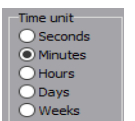
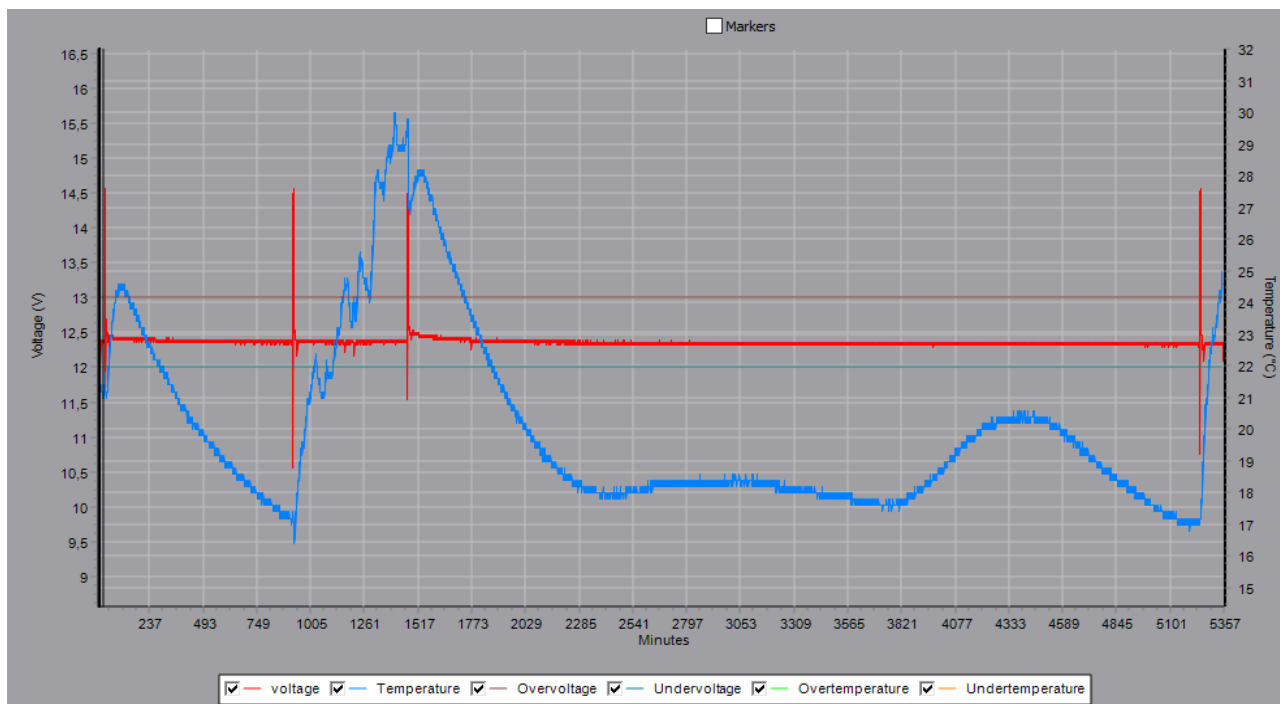
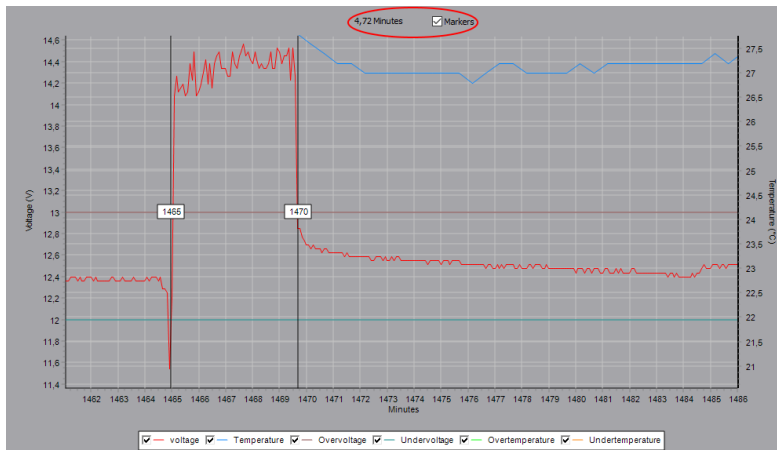

Figure 6: panneau de sélection de l'unité de temps
Figure 10: graphique
Figure 18: marqueurs
Le panneau de l'unité de temps permet à l'utilisateur de changer l'axe du temps du graphique d'une unité. Dans la liste des calamités, les moments des calamités seront également indiqués dans cette unité de temps. Ce réglage est également utilisé dans la liste des calamités (Figure 6).
La figure 10 représente un exemple de graphique. La ligne rouge, avec son axe gauche correspondant, représente ici la tension. La ligne bleue, avec son axe droit correspondant, indique la température. Les autres lignes indiquent les limites fixées. Le temps est indiqué par l'axe horizontal. L'unité représentée ici peut être réglée à l'aide du "Panneau Unité de temps" (Figure 6). Sous le graphique, l'utilisateur peut cocher quelles lignes doivent être affichées dans le graphique. Attention ! Si de nombreuses données sont collectées, le graphique peut réagir plus lentement.
Étape 8. Avec les lignes de marquage situées à gauche et à droite du graphique, l'utilisateur peut connaître la durée d'une certaine période dans le graphique. Les marqueurs sont activés lorsque l'utilisateur coche les marqueurs au-dessus du graphique. Lorsque les marqueurs ne sont plus nécessaires, l'utilisateur peut les désactiver en décochant la case. En faisant glisser-déposer les marqueurs, il sera indiqué au-dessus du graphique (Figure 18) combien de temps il s'est écoulé entre les deux marqueurs. L'unité de temps est déterminée par le panneau de l'unité de temps (Figure 6).